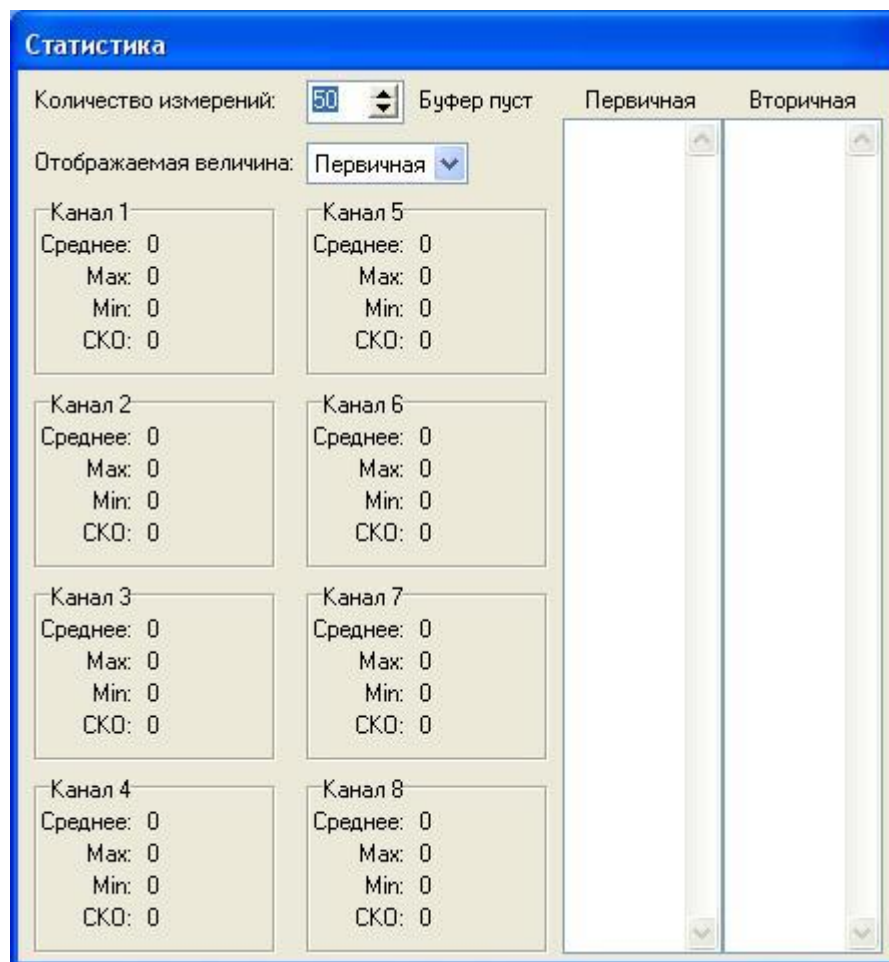

Рисунок 2.11. Снятие данных
7. Кнопка «Показать статистику». Активна в режимах поверки ТС, ТП и в режиме мультиметра. Нажатие на кнопку активирует окно статистики (рис. 2.11).